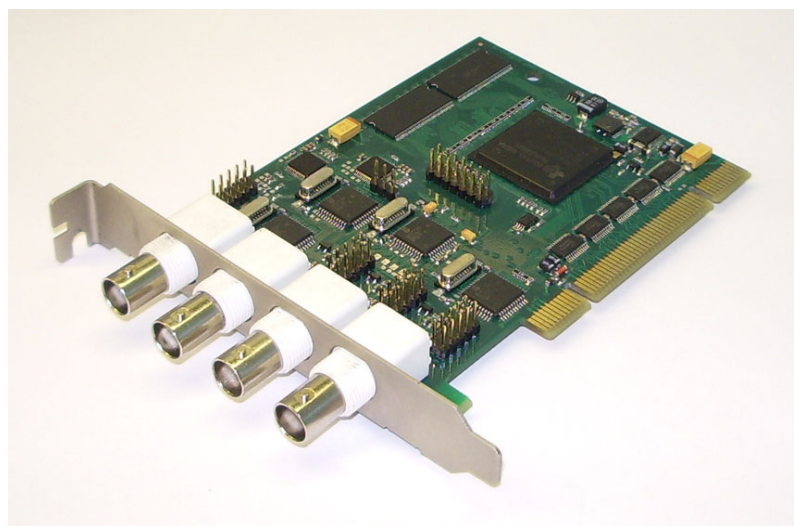

Рис. 3. Общий вид модуля RMVideo-04-100
- модулей цифровой обработки мультимедийных данных RMVideo-04-100 [3] (рис. 3, см. таблицу) или RMVideo-06-150 [3] (рис. 4, см. таблицу), серийно изготавливаемых фирмой «Сигма-ИС».